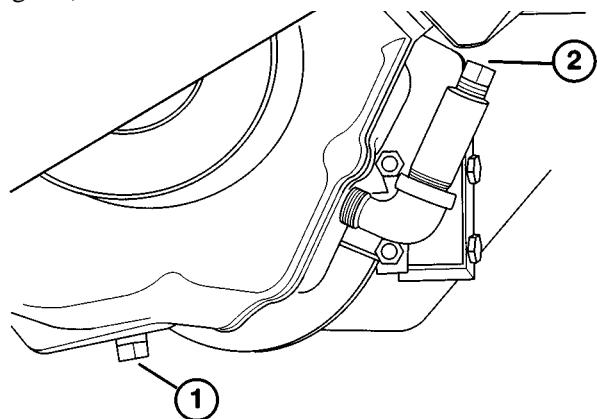

Fig. 26
1. Collegare una vaschetta sotto il tappo di scarico dell'asse. Pulire la superficie circostante il tappo (Fig. 26).
3. Togliere il tappo di riempimento (Fig. 26) e versare circa 1,89 litri di olio SAE E.P. 90 nel tubo di prolunga, fin quando l'olio raggiunge la cima del tubo.